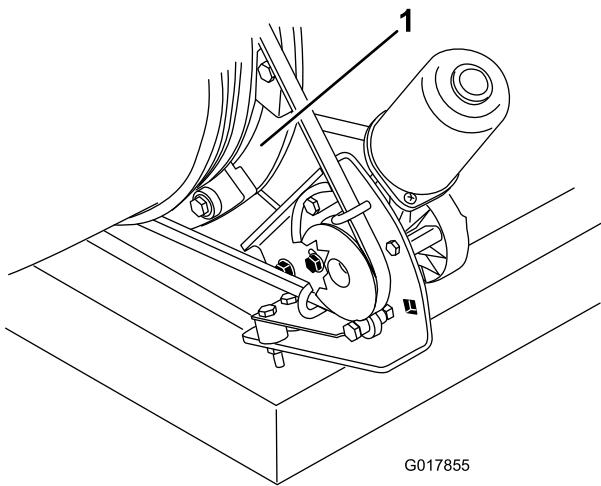

Figura 49
2. Remoção da relva, sujidade ou detritos acumulados em redor e entre os guias dos bicos (Figura 49).